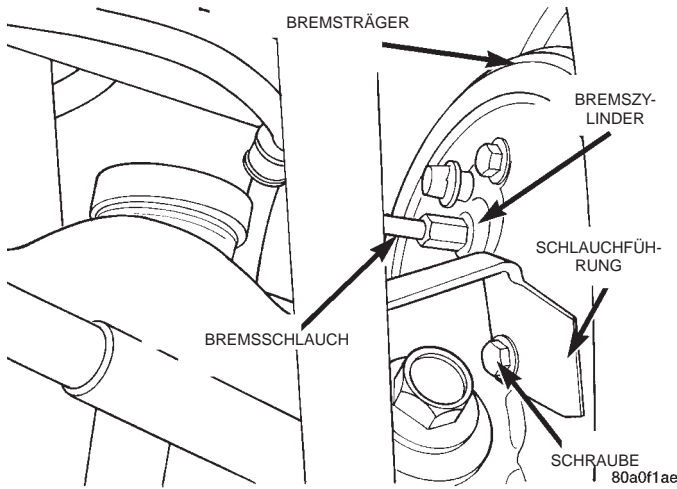

Abb. 74 Bremsschlauch am Radbremszylinder
(5) Die Hinterrad-Bremsbacken vom Bremsträger abbauen; siehe den betreffenden Abschnitt in "Ausbau und Einbau" in diesem Kapitel des Werkstatt-handbuchs.
(6) Den flexiblen Bremsschlauch vom Hinterrad-Bremszylinder lösen und die Schlauchführung vom Bremsträger abschrauben (Abb. 74).